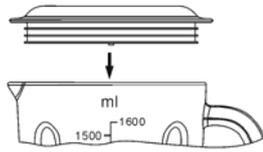

Fig. 2
3. Recoloque a Tampa Superior na jarra e certifique-se de que a mesma cobre o bico de servir (veja a Fig. 2).